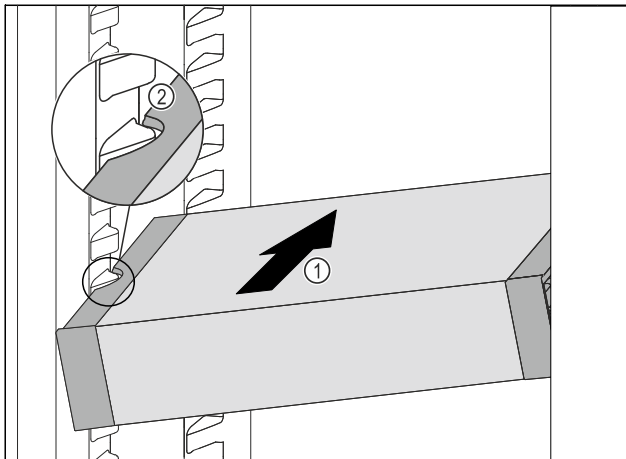

Fig. 93
- Insérer le VarioSafe en biais dans la partie réfrigérateur Fig. 93 (1) jusqu'à ce que les encoches latérales Fig. 93 (2) du VarioSafe se trouvent à la hauteur de la nervure du bac dans la partie réfrigérateur.